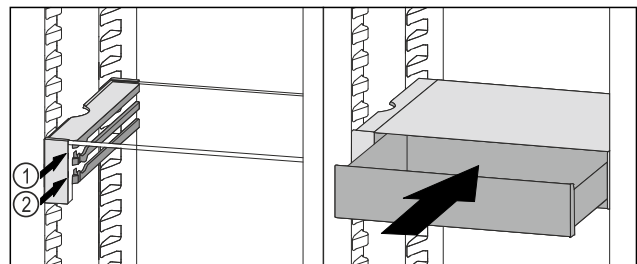

Fig. 203
- ▶ VarioSafe-Schubfach hinter den Stopperrn auf gewünschter Rippe Fig. 203 (1) oder Fig. 203 (2) aufsetzen.